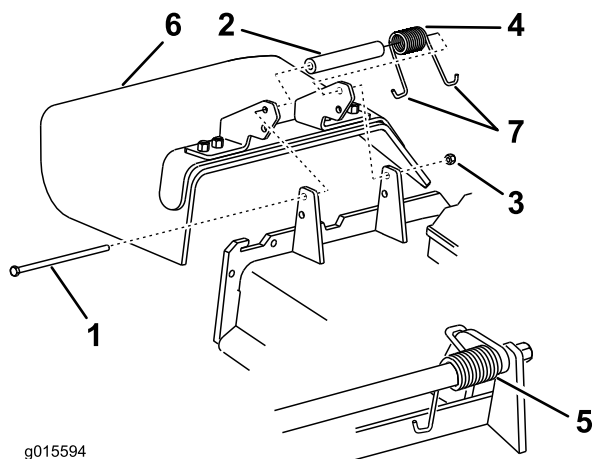

Bild 97
1. Entfernen Sie die Sicherungsmutter, Schraube, Feder und das Distanzstück, mit denen das Ablenkblech an den Drehhalterungen befestigt ist (Bild 97). Entfernen Sie defekte oder abgenutzte Ablenkbleche.
Hinweis: Achten Sie darauf, dass ein J-förmiges Federende hinter der Mähwerkkante befestigt ist, bevor Sie die Schraube wie in Bild 97 abgebildet einsetzen.
- Setzen Sie die Schraube und Mutter ein. Führen Sie ein J-förmiges Hakenende der Feder um das Ablenklech (Bild 97).